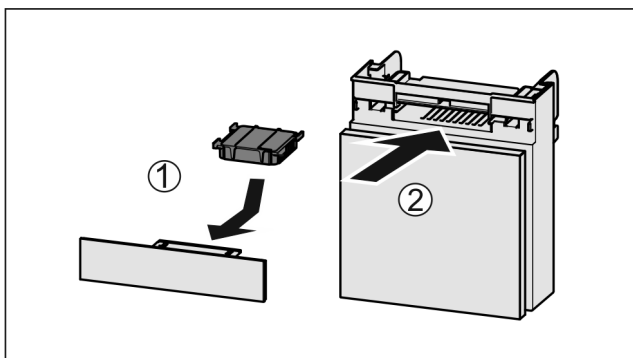

Fig. 112
- ▶ Sett inn Fig. 112 (1) aktivkullfilteret etter figuren.
- ▶ Skyv inn Fig. 112 (2) hyllen.